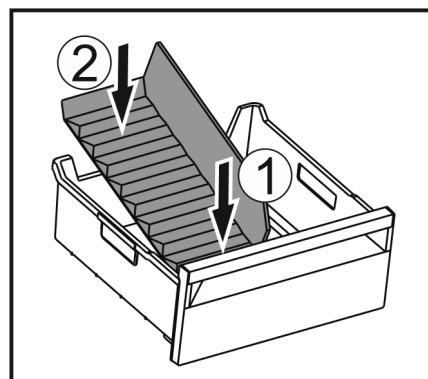

Fig. 187
- ▶ Vorderen Teil des Eisfach-Trenners einsetzen. Fig. 187 (1)
- ▶ Hinteren Teil des Eisfach-Trenners bis zum Schubfachboden absenken. Fig. 187 (2)